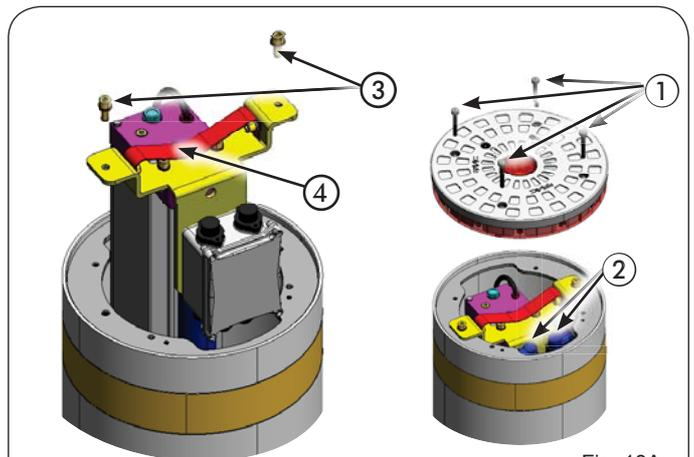

Fig. 13A
2. desconecte los dos conectores por acoplamiento situados en la caja de derivación interna (fig. 13A, ref. ②)
3. destornille los dos tornillos que fijan la unidad hidráulica al cilindro (fig. 13A, ref. ③).
4. Levante completamente la unidad aferrándola por la manilla (fig. 13A, ref. ④).